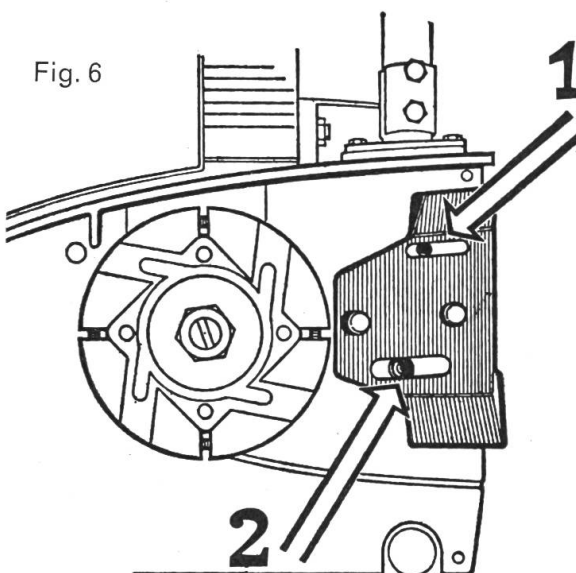

Fig. 5:
- 1.3.1 Luftfilter: (Fig. 5) Dieser soll täglich gereinigt werden, am besten durch ausblasen. Motorsägenluftfilter dürfen auch in Benzin gewaschen werden, Schaumstofffilter danach einölen, Papierluftfilter ersetzen.